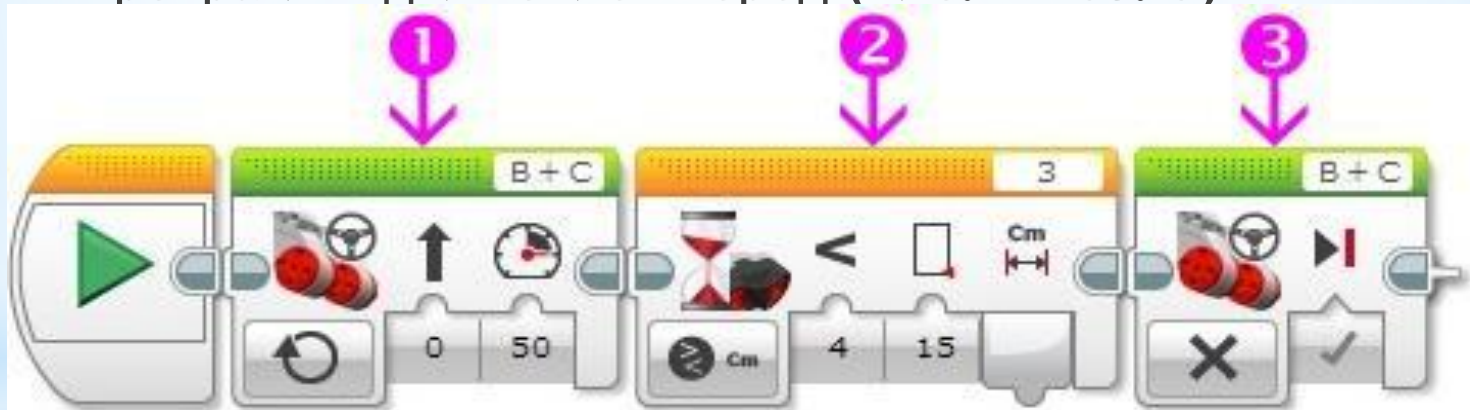

Рис. 2
- * Начать прямолинейное движение вперед (Рис. 2 поз. 1)
- * Ждать, пока значение ультразвукового датчика не станет меньше 15 см. (Рис. 2 поз. 2)
- * Прекратить движение вперед (Рис. 2 поз. 3)